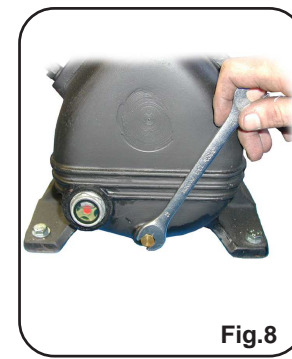

Fig.8
- ➔ Contrôle niveau ou vidange d'huile: Pour la longévité du groupe de compression et du moteur. ( Fig. 1 et Fig.8)